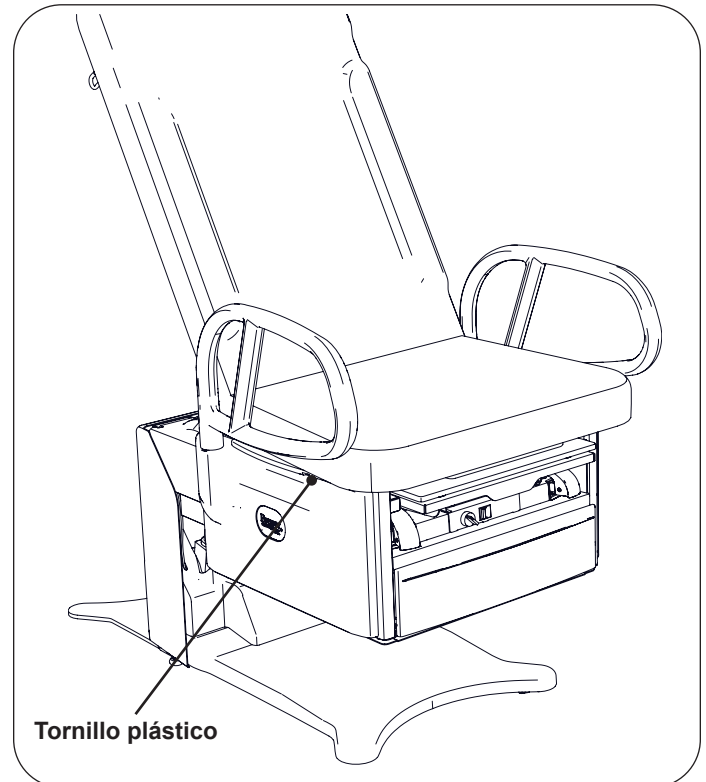

Figura 31. Ubicación del tornillo de detención de plástico blanco
2. Retire el tornillo de plástico blanco (Figura 31).